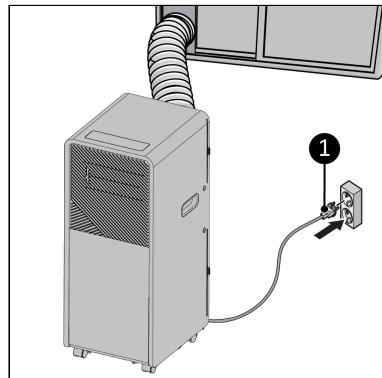

Abbildung 46.
8. Stecken Sie den Netzstecker (Abbildung 46, Pos. 1) in eine leicht zugängliche geerdete Steckdose. Verwenden Sie eine geerdete Steckdose mit einer Mindestleistung von 1400 Watt.